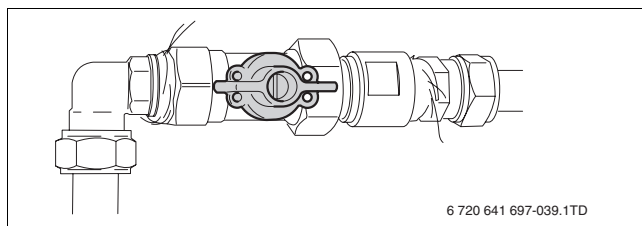

Fig. 11 Robinet de gaz ouvert
- ▶ Ouvrir le robinet de gaz (→ fig. 11) et renouveler le contrôle des fuites de gaz.